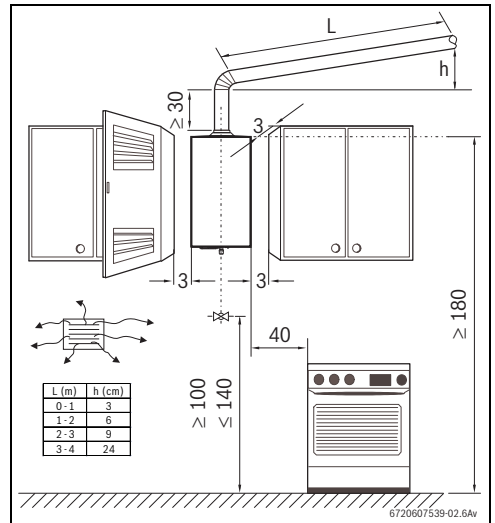

Bild 9 Mindestabstände (in cm)
- Die in Bild 9, 10 beschriebenen Mindestabstände einhalten